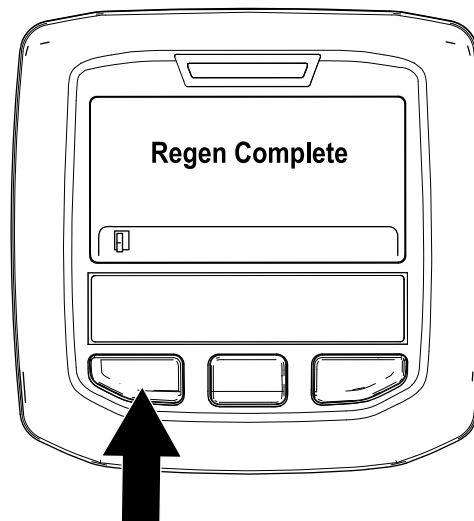

Figura 39
- La rigenerazione parcheggiata è completa quando nell'InfoCenter appare il messaggio "Regen Complete" (Rigen. completa). Premete il pulsante sinistro per uscire e tornare alla schermata Home (Figura 39).